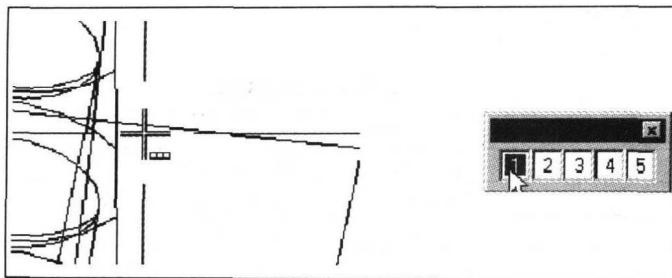
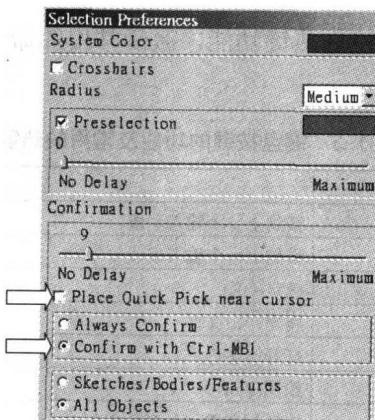

图 1.7 选择对象的 Quick Pick(快速选择)对话框
图 1.8 关闭 Quick Pick(快速选择)对话框模式
- Selection Ball(选择球): 在选择对象或使用选择命令时所出现的工具。选择球的形状不同代表所选到的对象也不同。例如, 在绘图窗口中, 当所执行的命令需要选择对象时, 选择球出现如图 1.7 所示的十字光标和 Quick Pick(快速选择)对话框, 这就说明系统不只选到一个对象。单击鼠标, 如果出现如图 1.7 右方所示的 Quick Pick(快速选择)对话框, 可移动鼠标到 1、2、3、4 或 5 选项上进行选择, 系统将用默认的颜色(紫红色)显示这几个选项所对应的选取对象。
如果在选择对象时，不想显示如图 1.7 所示的 Quick Pick(快速选择)对话框，只需要更改 Preference(预设置)→Selection(选择)中的选项设置即可(图 1.8)。